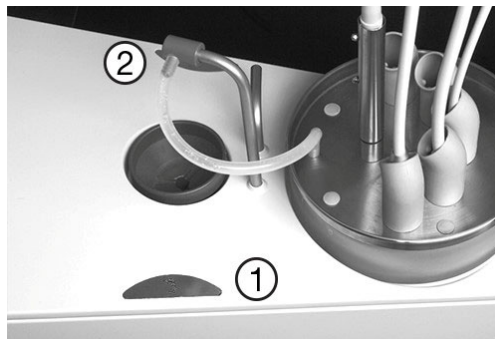

Figure 80 - Activation de XO Water Clean (1) crachoir (2) remplissage du gobelet
3. Fixer le raccord du tuyau sur le robinet de remplissage gobelet comme indiqué dans la Figure 80
4. Activer le bouton (1) Voir la Figure 80 – pour commencer le processus de la vidange du réservoir d'eau situé dans la borne de l'unit.
2. Fixer le raccord sur la sortie de jet de verre comme indiqué dans la Figure 80
3. Activer le bouton (2) voir la Figure 80 – pour commencer le processus de rinçage des conduites d'eau de l'Unit.